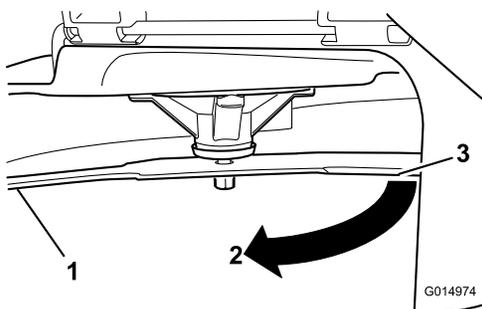

Рисунок 58
4. Поверните тот же нож на 180 градусов, чтобы теперь его противоположная режущая кромка была в том же положении (Рисунок 58).